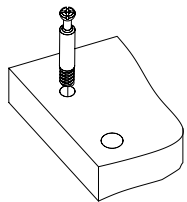
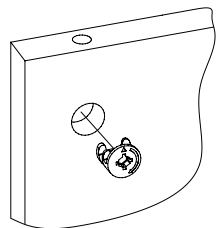

Рис.1
Рис.2
1. Подготовьте детали к сборке. Вкрутите шпильки минификсов в детали 1, 13 и 17 (Рис.1). Вставьте головки минификсов в детали 2, 3, 4, 5, 6, 7, 11 (Рис. 2).